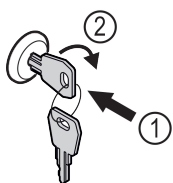

Fig. 161
- ▶ Inserire la chiave. Fig. 161 (1)
- ▶ Ruotare la chiave di 90° in senso orario. Fig. 161 (2)